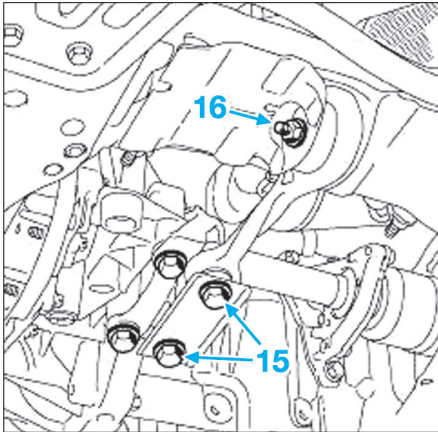

Fig. 45
- les vis de fixation (15) du tirant de la biellette anticouple puis le tirant (Fig.45),